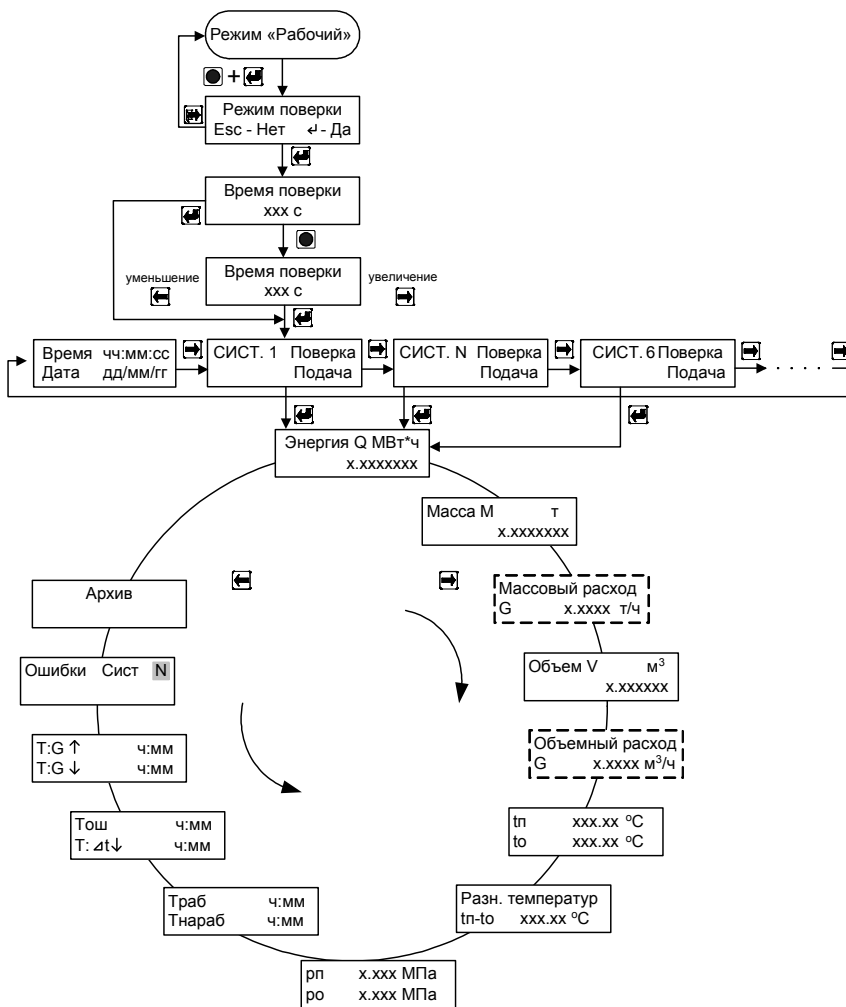

Рис. 7.3
7.4.1 Для входа в режим работы теплосчетчика «Поверка» необходимо, находясь в любом меню режима «Рабочий», **одновременно** нажать кнопки «**служебная**» и «**вход**». Для выхода из режима поверки необходимо, находясь в любом меню режима «Поверка», **одновременно** нажать кнопки «**служебная**» и «**выход**». Порядок перехода между окнами режима «Поверка» изображен на рис. 7.3.
ВНИМАНИЕ ! При входе в меню (см. рис. 7.3):